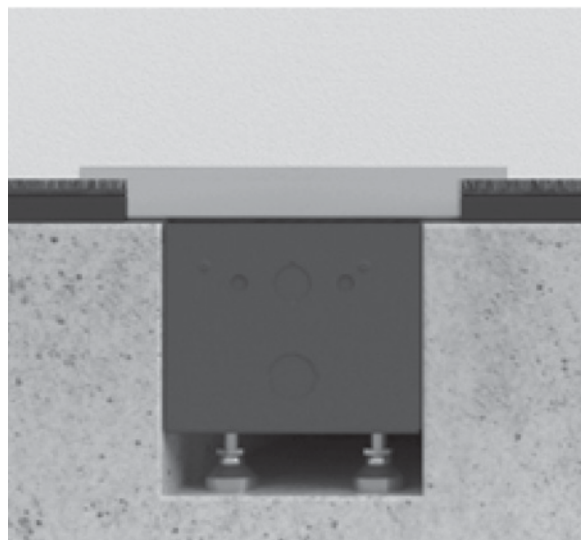

Figure 12B : Montage en surface - La bride de la grille se trouve sur le dessus du plancher
15. Retirez la grille et ajustez les pieds de mise à niveau de sorte que la bride de la grille repose sur la surface du plancher. Voir Figure 12B.